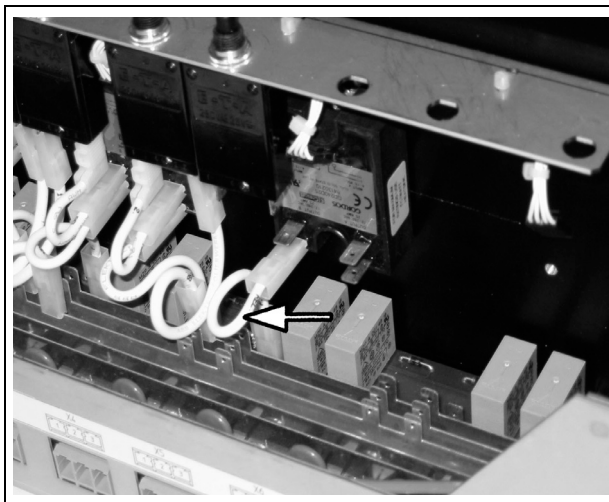

Fig. 7-1: Fortrådningsledning på flad stiktilslutning printplade og lastrelæ
8. Sæt enden på fortrådningsledningen, der er markeret med "P", på den flade stiktilslutning på printpladen (se Fig. 7-1, side 7-37).